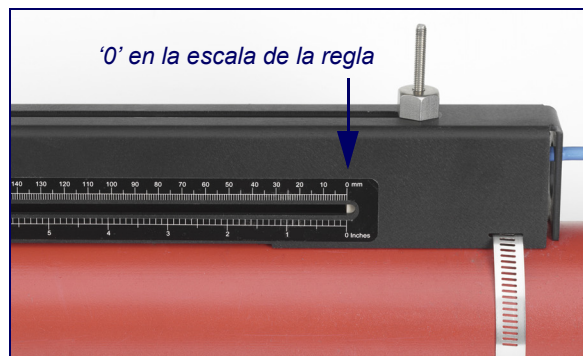

Figura 2.11
6. Deslice con cuidado el conjunto del transductor de señal descendente por el riel guía hasta que la cara interior del transductor esté alineada con la marca '0' de la escala de la regla (Figura 2.11).